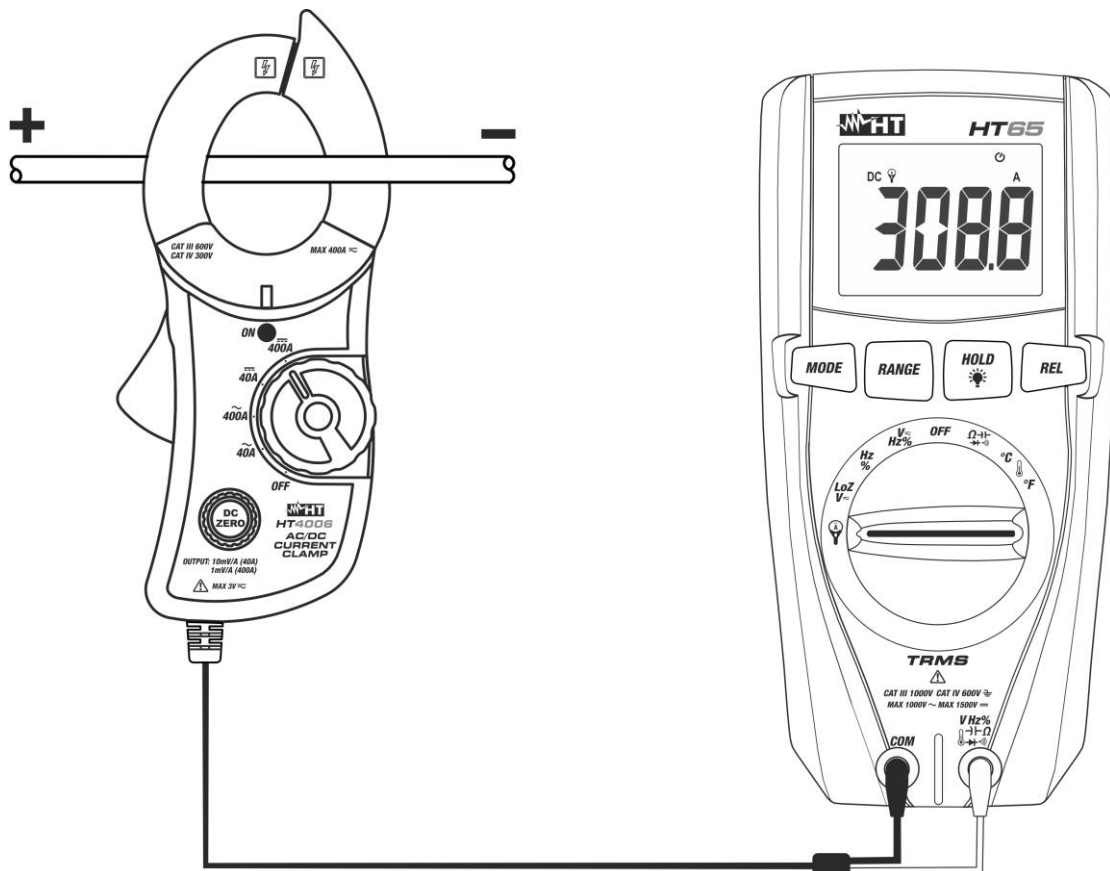

Fig. 10: Uso dello strumento per misura di corrente DC con trasduttore a pinza
5. Inserire il cavo all'interno del toroide (vedere Fig. 10) facendo attenzione alla polarità. Il valore della corrente è visualizzato a display
7. La visualizzazione del simbolo "-" sul display dello strumento indica che la corrente DC ha verso opposto rispetto alla connessione di Fig. 10